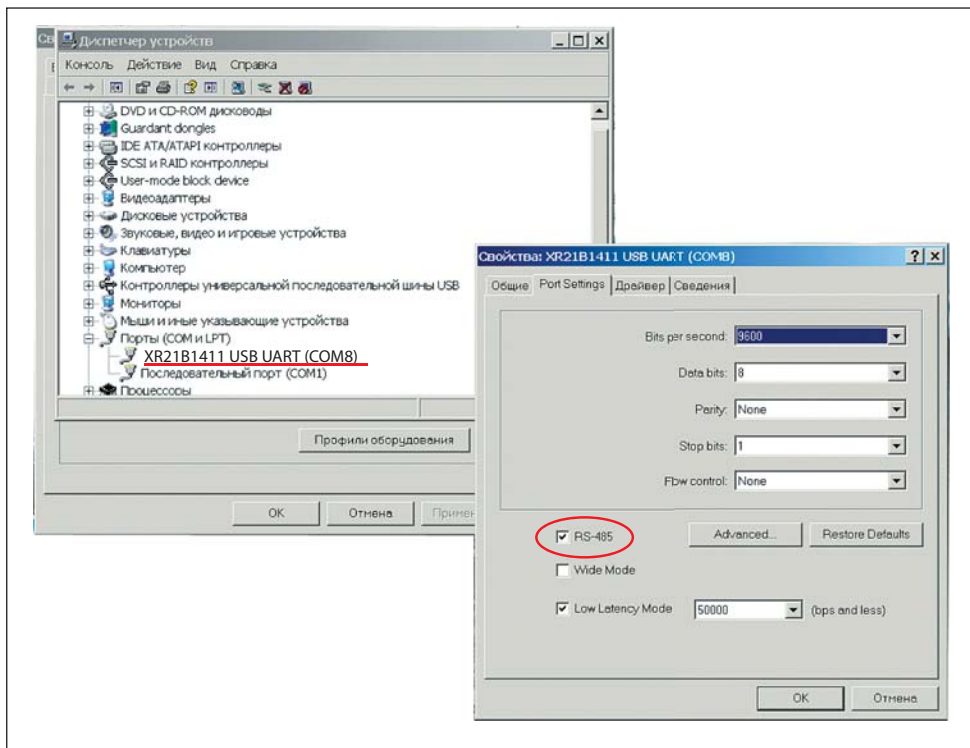

Рис.2. Определение номера COM-порта на вкладке Диспетчер устройств и установка режима RS-485 в разделе Port Settings
- Определите номер COM-порта, соответствующего подключенному переходнику. На компьютерах с ОС Windows воспользуйтесь для этого вкладкой Диспетчер устройств (рис.2). В окне Свойства (раздел Port Settings) не за-